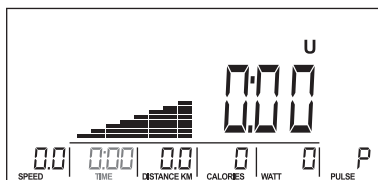

Fig. 23
3. Utilizzare la manopola per impostare il valore del TEMPO (Fig. 23).